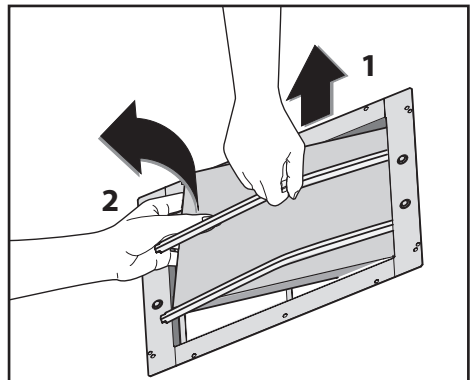

Fig.4
- Togliere prima la staffa e poi sfilare il pannello come indicato in (Fig.4).